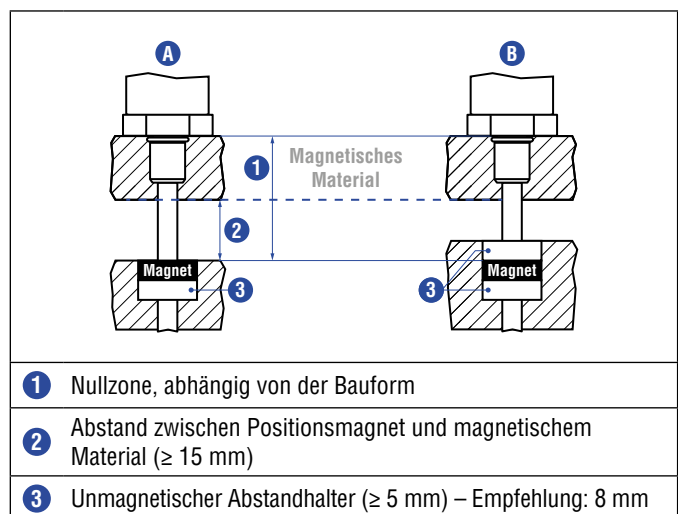

Abb. 70: Einbau mit magnetischem Material
- Der minimale Abstand zwischen Positionsmagnet und magnetischem Material beträgt 15 mm (Abb. 70).
- Beachten Sie die Maße in Abb. 70 bei der Nutzung von magnetischem Material.
Bei der Verwendung von magnetischem Material die in Abb. 70 dargestellten Maße unbedingt beachten.